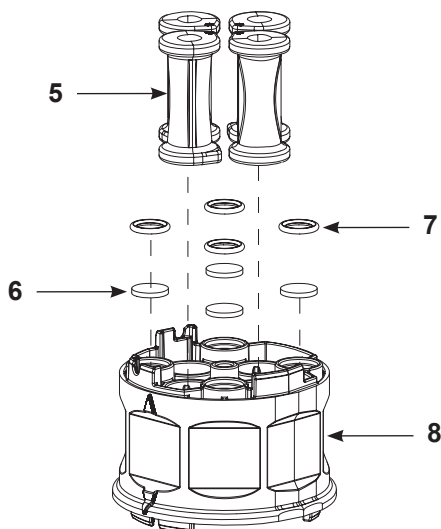

Figura 22 Asamblați carcasa supapei de efilare
2. Vezi figura 22. Asamblați supapele de efilare (5), discurile filtrului (6) și inelele O (7) în carcasa supapei de efilare (8). Consultați *Înlocuirea supapei de efilare* de la pagina 24 pentru procedura de asamblare.